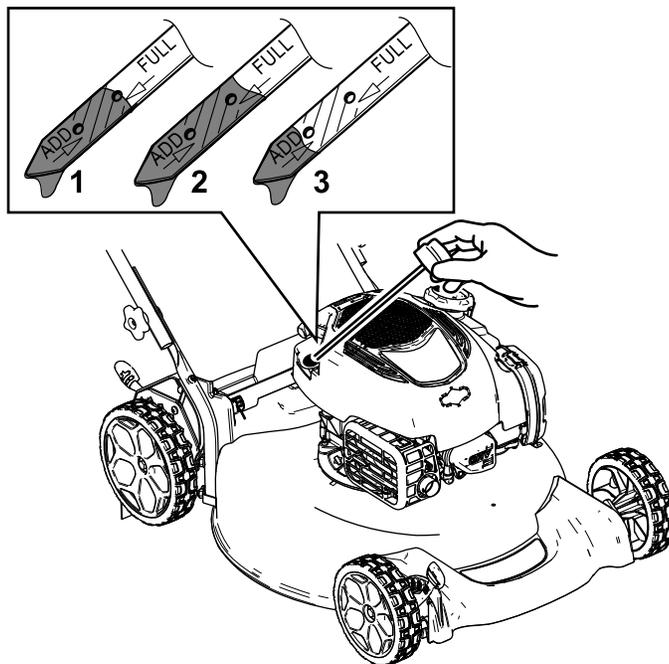

Figura 13
5. Leia o nível de óleo na vareta (Figura 13).
2. Retire a vareta rodando-a no sentido contrário ao dos ponteiros do relógio e puxando-a para fora (Figura 13).